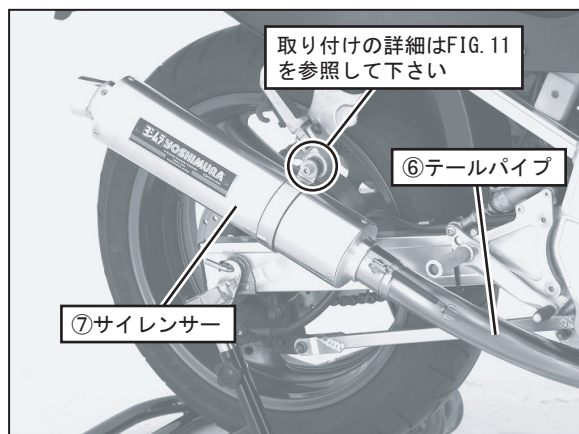

FIG. 10
9. ⑧サイレンサーバンドに⑨サイレンサーバンド用スペーサーラバーを取り付けて⑦サイレンサーに通し、⑪キャップボルトM8×45、⑫平ワッシャM8×20、⑮アルミカラー8-25-10、⑭フランジナットM8を使用して車両タンデムステップのマフラー取付位置に取り付け、仮締めして下さい。(FIG. 10、11 参照)